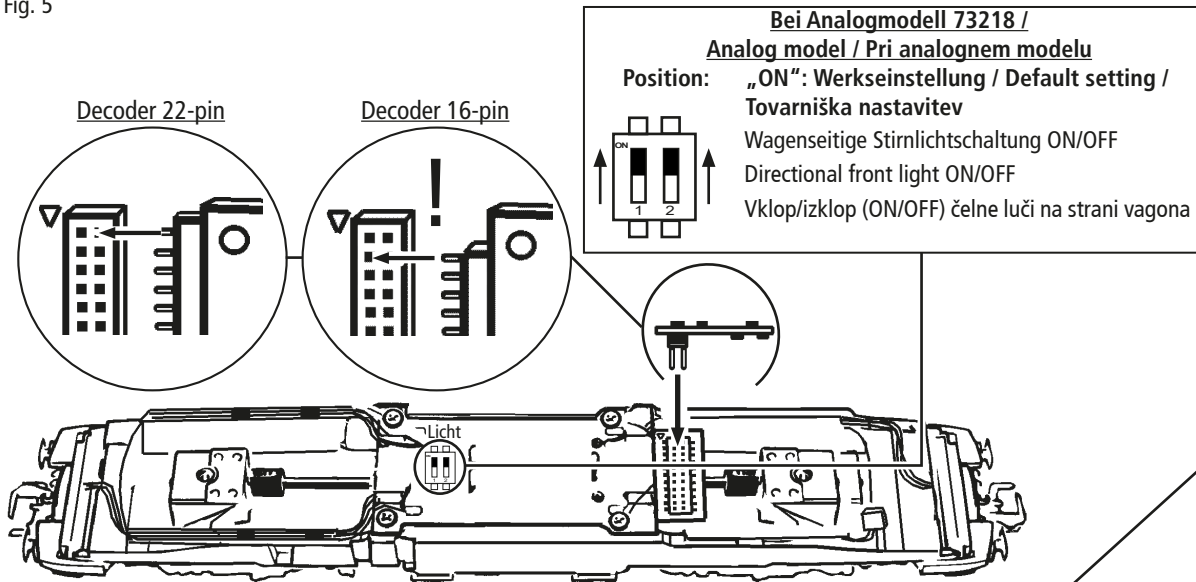

Fig. 7
**3. Haftreifenwechsel:** Zuerst den Getriebedeckel abnehmen (Fig. 4). Danach den **Radsatz** herausnehmen und die **Haftreifen** mit einer Nadel od. mit einem feinen Schraubendreher abziehen (Fig. 7). Beim Aufziehen der neuen Haftreifen darauf achten, dass diese sich nicht verdrehen.
**3. Change of traction tyre:** Remove the gear cover (Fig. 4). Take out **wheel set** and remove **traction tyre** using a pin or a fine screwdriver (Fig. 7). When pressing on the new traction tyre please **avoid twisting it**.